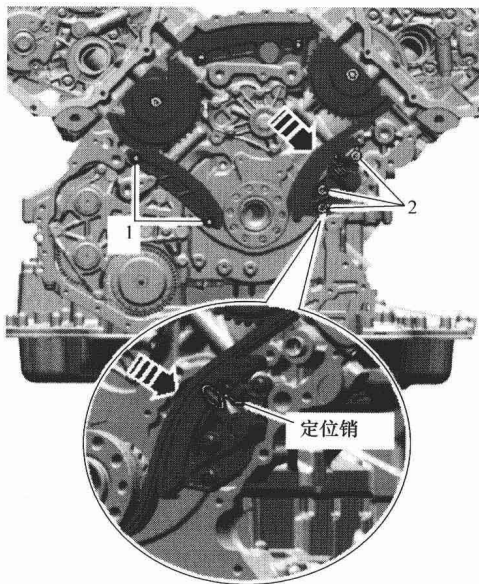

图 1-1-18
(13) 沿图 1-1-18 所示的箭头方向按压驱动链条张紧器的滑轨，并用定位销卡住
(14) 如图 1-1-18 所示，旋出螺栓 1 并取下滑轨。
(15) 如图 1-1-18 所示，旋出螺栓 2 并取下链条张紧器。
(16) 取下控制机构驱动链。
(1) 根据拆卸时记下的标记把控制机构驱动链放到驱动链轮上。
(2) 如图 1-1-18 所示, 安装滑轨并拧紧螺栓 1。
(3) 如图 1-1-18 所示, 安装链条张紧器并拧紧螺栓 2。
(4) 如图 1-1-18 所示, 沿箭头方向按压传动链张紧器的滑轨并将定位销从链条张紧器中拔出。